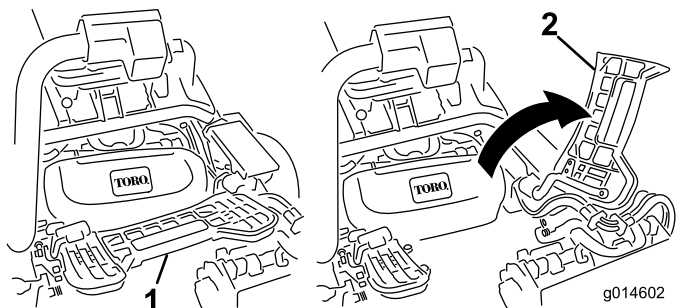

Figure 50
2. Relevez le repose-pieds pour accéder à la position de l'unité de coupe centrale (Figure 50).